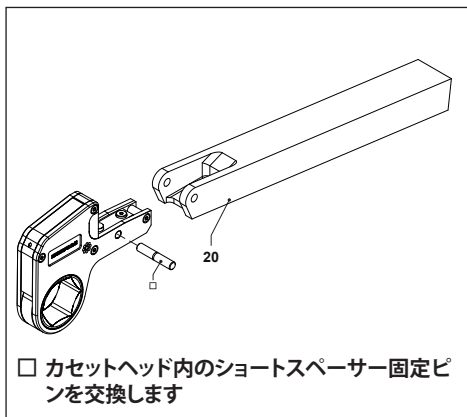

図6
3.4.1 WTEシリーズ延長リアクションアームを取り付けるには (図6)
- ・ カセットの穴にアームの穴を合わせながら、WTEシリーズ延長リアクションアーム (20) のスペース内にカセットを取り付けます。